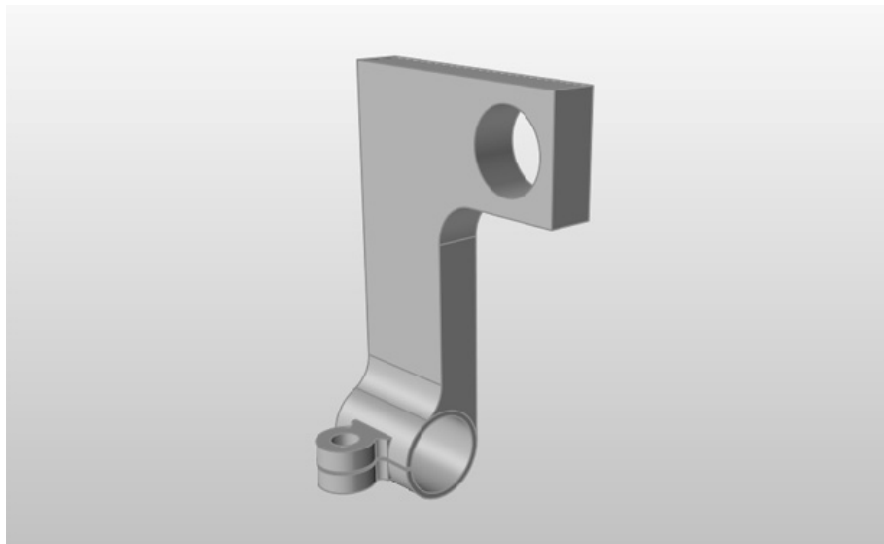

图 12-36
1) 选择建模窗口中的 L 形托架, 然后按 〈I〉 键使其单独显示, 如图 12-36 所示。